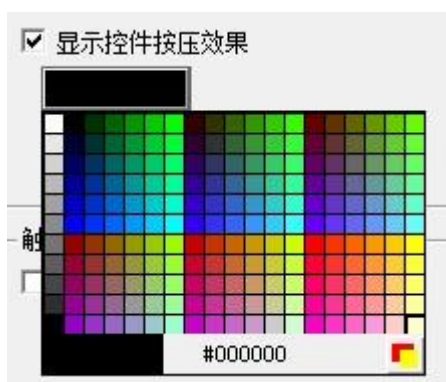

图 3-7
- ◆ 显示控件按压效果：HT8001CN 新增按压效果显示。开发者使用该操作时，选择了“显示控件按压效果”时，当使用者触摸控件时，控件周围有矩形框的按压痕迹。按压痕迹的颜色可以根据客户习惯选择，如图 3-7 所示。目前位开关，字开关，画面按钮，功能按钮，数值输入，ASCII 输入控件均有此效果。默认没有选择。